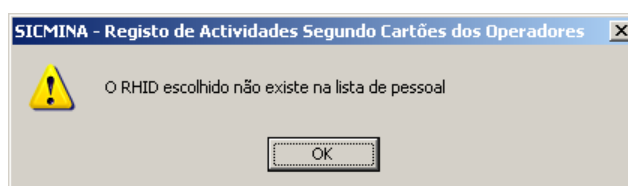

Figura 7-11 Mensagem de aviso referente à tentativa de selecção de um operador não existente.
I) O campo RHID pode ser preenchido seleccionando directamente o número na lista *Combo Box* ou escrevendo directamente o número RHID do operador. Se o número escolhido não existir na lista de operadores aparece a mensagem de aviso da figura 7-11.